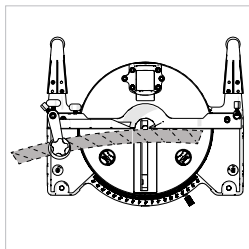

Fig. 15
10. Schneiden von gebogenem Material (Abb. 15)